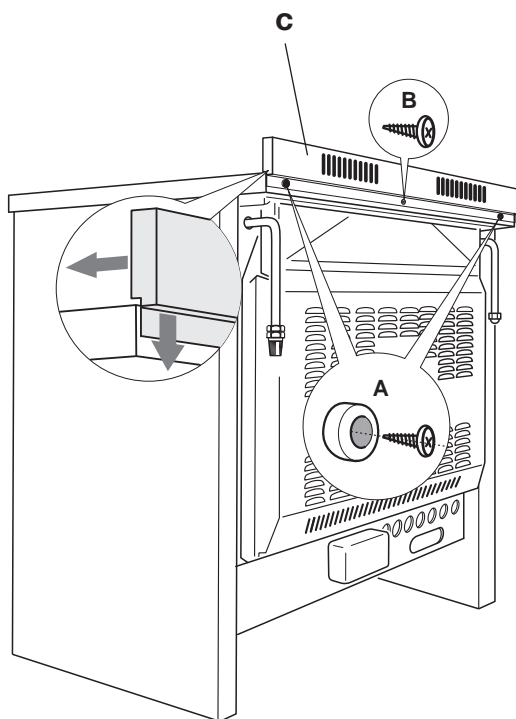

Abb. 8.3
Vor dem Aufstellen des Herds zunächst die hintere Schutzabdeckung "C" montieren (Abb. 8.3).
- Die Bolzen "A" (Abb. 8.3) abnehmen; dazu die Befestigungsschrauben abschrauben.